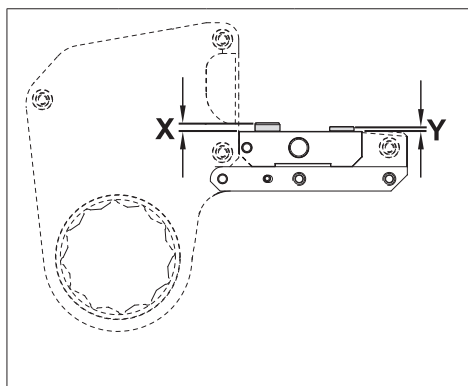

Рис. 21
- Проверьте правильность высоты крепежного пальца привода К10 и срезного штифта К11. Размеры штифтов “Х” и “У” приведены на рис. 21.